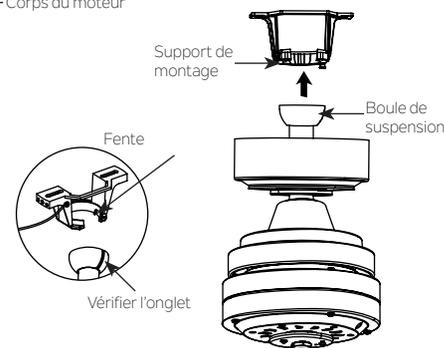

Fig. 10
Étape 6. Soulevez maintenant le corps du moteur en position et placez la boule de suspension dans le support de montage. Tournez jusqu'à ce que la "Vérifier l'onglet" soit tombée dans "Fente" et qu'elle s'enclenche fermement. (Fig. 10) Le corps du moteur ne doit pas tourner dans son ensemble si cela est fait correctement.